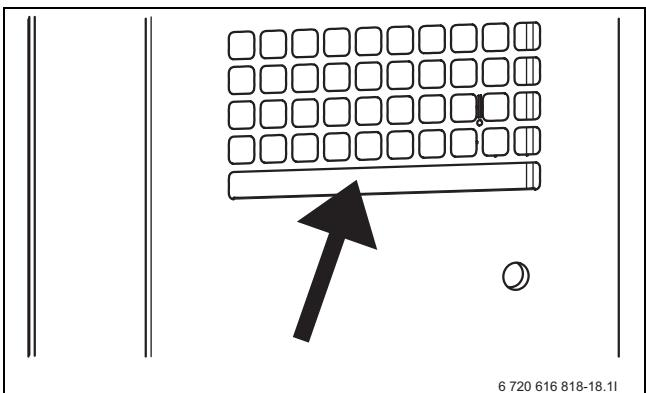

Fig. 51
- Fjern smuss og løv fra skuffen på fordamperen på baksiden av varmepumpen (→ fig. 51).